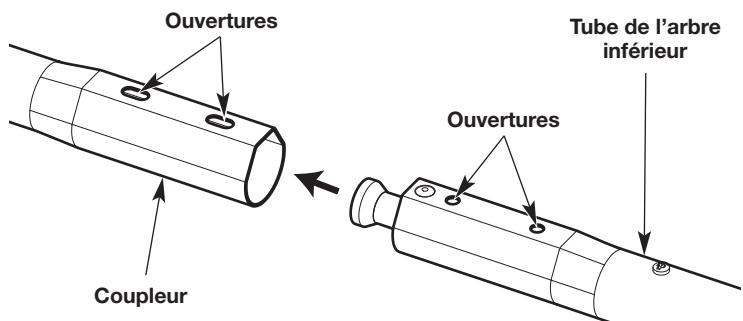
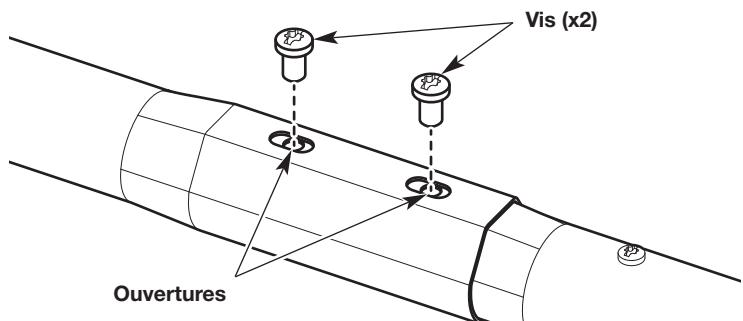

Fig. 6
Fig. 7
2. Retournez la partie supérieure de l'unité. Les orifices situés sur le coupleur doivent être orientés vers le haut (Fig. 6).
3. Retournez la partie inférieure de l'unité. Les orifices situés sur le tube inférieur de l'arbre doivent être orientés vers le haut (Fig. 6).
4. Enfoncez le tube inférieur de l'arbre dans le coupleur (Fig. 6). Les orifices situés sur le tube inférieur de l'arbre devraient s'enligner avec ceux du coupleur (Fig. 7).
5. Insérez les vis (2) dans les orifices en alignés (Fig. 7).